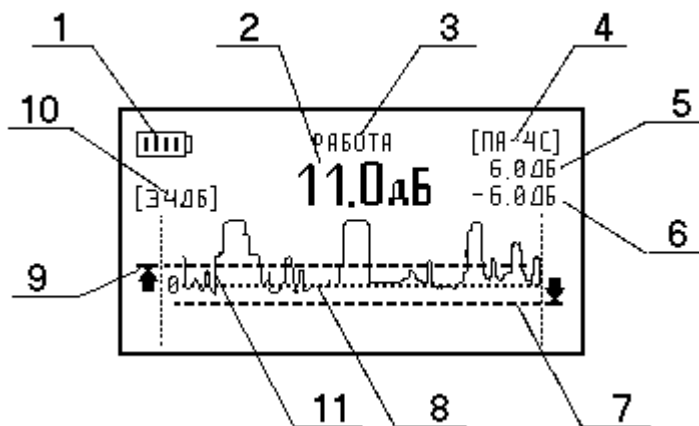

Рис.4.1 Органы индикации дисплея:
4.4 Включить дефектоскоп, нажав кнопку «Ф» ПИТАНИЕ. При этом должен засветиться дисплей. Расположение органов индикации на экране дисплея показано на рис.4.1.
4.6 Если звука по п.4.5 нет, проверить наличие аккумуляторов в отсеке для размещения элементов питания электронного блока. Если звук слышен, но индикатор заряда (рис.4.1, поз.1) сигнализирует о разряде аккумуляторов, то подзарядить их по п.4.9 или заменить разрядившуюся батарею новой.
4.8.1 Индикатор заряда (рис.4.1, поз.1) служит для контроля разряда элементов питания. Количество вертикальных полосок внутри прямоугольника показывает уровень заряда элементов питания.
4.8.2 Индикатор сигнала (рис.4.1, поз.2) показывает значение сигнала в дБ. По значениям этого индикатора можно судить о наличии дефекта.
4.8.3 Индикатор режима работы (рис.4.1, поз.3) служит для отображения режима работы дефектоскопа:
4.8.4 Индикатор типа преобразователя (рис.4.1, поз.4) отображает определяемый автоматически тип подключенного к электронному блоку преобразователя. При отключенном преобразователе индикатор отображает «...».
4.8.5 Индикатор верхнего порога (рис.4.1, поз.5) предназначен для отображения значения верхнего порога АСД.
4.8.6 Индикатор нижнего порога (рис.4.1, поз.6) предназначен для отображения значения нижнего порога АСД.
4.8.7 Линия нижнего порога (рис.4.1, поз.7) используется для визуализации значения нижнего порога АСД.
4.8.8 Линия нулевого уровня (рис.4.1, поз.8) определяет уровень, относительно которого отсчитывается значение сигнала (рис.4.1, поз.2). Этот уровень настраивается в режиме работы «КОМПЕНСАЦИЯ».
4.8.9 Линия верхнего порога (рис.4.1, поз.9) используется для визуализации значения верхнего порога АСД.
4.8.10 Индикатор масштаба (рис.4.1, поз.10) предназначен для отображения значения масштаба. Масштаб – это максимальное значение сигнала, выводимое на осциллограмме сигнала (рис.4.1, поз.11).
4.8.11 Осциллограмма сигнала (рис.4.1, поз.11) графически отображает сигнал на дисплее.
4.9.1 Проверка уровня заряда аккумуляторов осуществляется по индикатору заряда (рис.4.1, поз.1). При необходимости подзарядки аккумуляторов вынуть их и вставить в зарядное устройство, входящее в комплект поставки дефектоскопа или аналогичное. Включить устройство в сеть переменного тока напряжением 220 В. В случае полного разряда аккумуляторов время заряда составляет около 16 часов.
5.4.1 Установка режима работы (рис.4.1, поз.3) осуществляется нажатием кнопки «» ВВОД. Переключение режимов работы осуществляется циклически: «РАБОТА» – «ВЕРХНИЙ ПОРОГ» – «НИЖНИЙ ПОРОГ» – «КОМПЕНСАЦИЯ».
5.6.2 Кнопкой «» ВВОД установить режим работы (рис.4.1, поз.3) «ВЕРХНИЙ ПОРОГ» по п.5.4.1.
При этом на дисплее изменяется значение индикатора верхнего порога (рис.4.1, поз.5) и положение линии верхнего порога (рис.4.1, поз.9).
Если значение верхнего порога превысит установленное значение масштаба (рис.4.1, поз.10), то стрелка в левой части дисплея станет сдвоенной. Это означает, что линия верхнего порога находится за пределами дисплея.
5.6.4 Кнопкой «» ВВОД установить режим работы (рис.4.1, поз.3) «РАБОТА» по п.5.4.1.
5.7.2 Кнопкой «» ВВОД установить режим работы (рис.4.1, поз.3) «НИЖНИЙ ПОРОГ» по п.5.4.1.
При этом на дисплее изменяется значение индикатора нижнего порога (рис.4.1, поз.6) и положение линии нижнего порога (рис.4.1, поз.7).
Если значение нижнего порога превысит установленное значение масштаба (рис.4.1, поз.10), то стрелка в правой части дисплея станет сдвоенной. Это означает, что линия нижнего порога находится за пределами дисплея.
5.7.4 Кнопкой «» ВВОД установить режим работы (рис.4.1, поз.3) «РАБОТА» по п.5.4.1.
5.8.2 Кнопкой «» ВВОД установить режим работы (рис.4.1, поз.3) «КОМПЕНСАЦИЯ» по п.5.4.1.
5.8.3 Установить преобразователь в бездефектной зоне контролируемого объекта. Перемещать преобразователь в бездефектной зоне до тех пор, пока сигнал не будет скомпенсирован до нулевого уровня. При этом сигнал на осциллограмме в пределах всего дисплея должен располагаться у линии нулевого уровня (рис.4.1, поз.8) и значения индикатора сигнала (рис.4.1, поз.2) должны быть равными нулю.